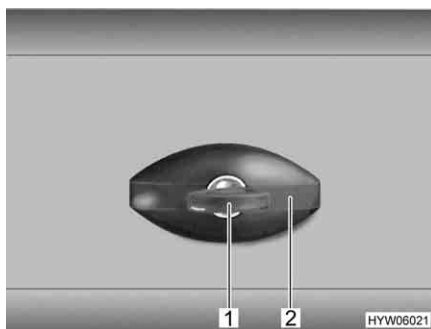

Fig. 17 Serratura dello sportello, ellittico, chiuso
- Inserire la chiave nel cilindro della serratura (Fig. 17,1) e ruotare in senso antiorario di un quarto di giro. La maniglia della serratura (Fig. 17,2) scatta all'infuori.